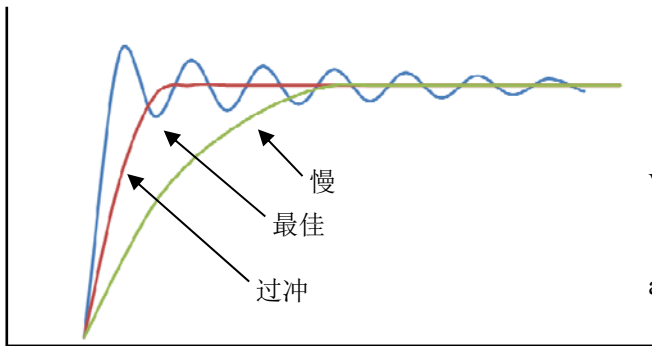
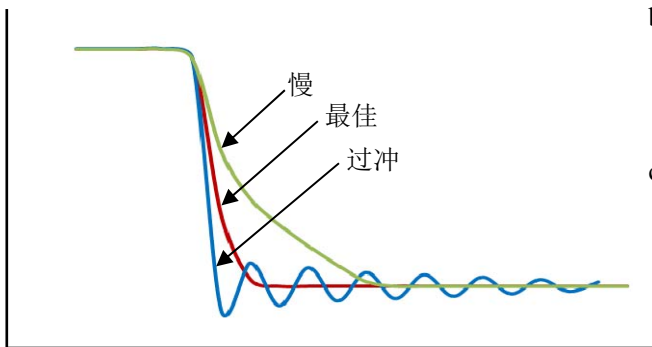

图 8. VTEC 的上升沿曲线
图 9. VTEC 的下降沿波形
1. 接好电源、TEC 和热敏电阻。在右上方有两个焊盘被用来与电源的相应极相连，具体已在板上标注好了。通常情况下，电源电压设为 5V。板顶部拨码开关 S1，S1 的第五档 TEMPSP 用于调整温度控制回路的补偿网络时，拨动给予输入的方波信号干扰，干扰温度输入点，使系统产生对应的响应波形，这时，观察示波器的波形变化，调整和优化温度控制回路的补偿网络，同时实现最好的波形。响应波形是通过用示波器测量 VTEC，波形图如图 8 和图 9 所示。补偿网络组件由 R_D 、 R_P 、 C_D 和 C_I 组成，调整 S2、S3、S4、S5 和 S6 使其调试出最佳值。所有连接均可通过焊接实现。见图 1。注意：一定要检查评估板的连接，确保连接正确。